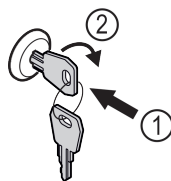

Fig. 191
- ▶ Sæt nøglen i. Fig. 191 (1)
- ▶ Drej nøglen 90° med uret. Fig. 191 (2)